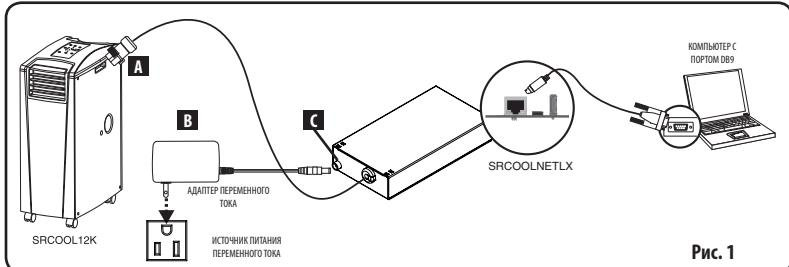

Рис. 1
**2-1 Подключение устройства SRCOOLNETLX к устройству SRCOOL12K или SRXCOOL12K(B):** при помощи специального разъема **A** подключите устройство SRCOOLNET к коммуникационному порту на боковой панели устройства местного охлаждения (см. рис. 1 в разделе **3-3**).
- 2-2 Подключение карты SRCOOLNETLX к источнику питания:** подключите адаптер переменного тока **B** к устройству SRCOOLNETLX через разъем с маркировкой "DC Power" **C**, а другой его конец – к источнику питания переменного тока (см. рис. 1 в разделе **3-3**).